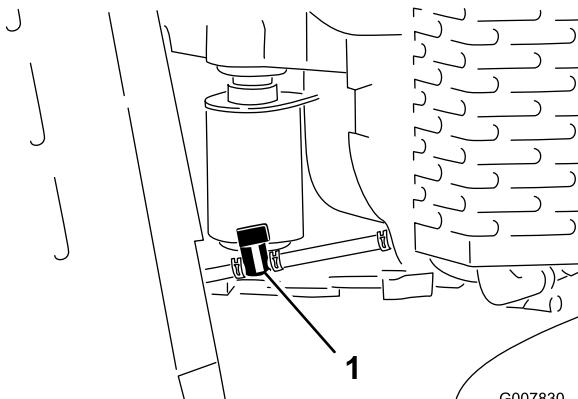

Figura 37
4. Rode a válvula de bloqueio de combustível para a posição Closed (fechada) (Figura 37).
5. Aperte as extremidades da braçadeira de tubos no lado do motor da válvula de bloqueio de combustível em simultâneo e afaste o tubo do combustível da válvula (Figura 37).
6. Puxe o tubo do combustível da válvula (Figura 37).
3. Rode a válvula de bloqueio de combustível para a posição Closed (fechada) (Figura 37).
7. Rode a válvula de bloqueio de combustível para a posição Open (aberta) (Figura 37).